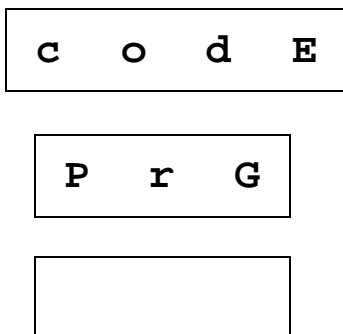

Figura -11
- Para impedir la modificación de las recetas, es posible proteger las acciones de programación y modificación, apretando la tecla **P** por 5 segundos; en el display aparece el menú de Figura 11, en que hay que introducir el código 147.